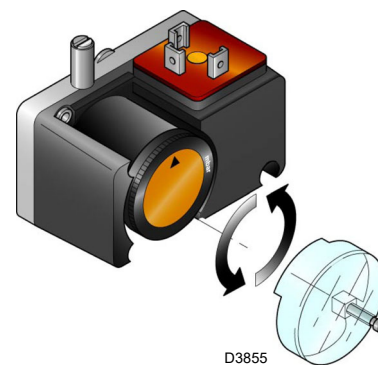

Рис. 31
- Отрегулируйте реле давления для контроля герметичности (комплект PVP) (Рис. 31 на стр. 33), при наличии, в соответствии с инструкциями, прилагаемыми к самому комплекту.
Отрегулируйте реле давления для контроля герметичности (комплект PVP) (Рис. 31) в соответствии с инструкциями, прилагаемыми к самому комплекту.